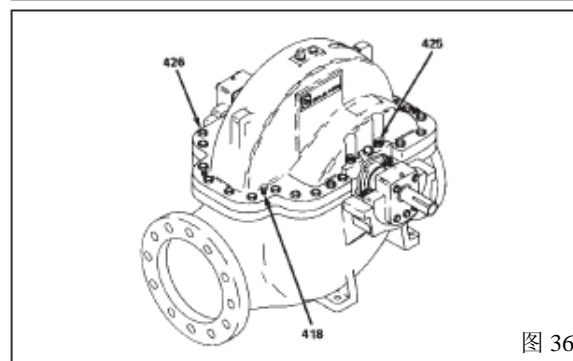

图 36
- M类 L，XL-均匀地将起重螺栓拧紧（418）（图36），直到密封破裂。